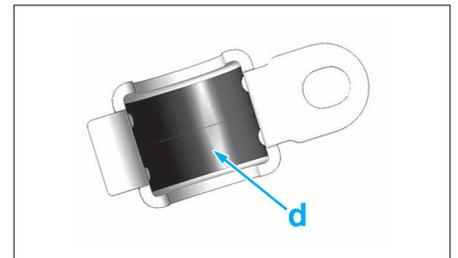

FIG. 19
- Déposer le palier (2).
- Appliquer de la pâte type "REMA PM600" ou équivalent, puis aligner les méplats "a" et "d" afin de caler correctement le palier sur son support (Fig.19).